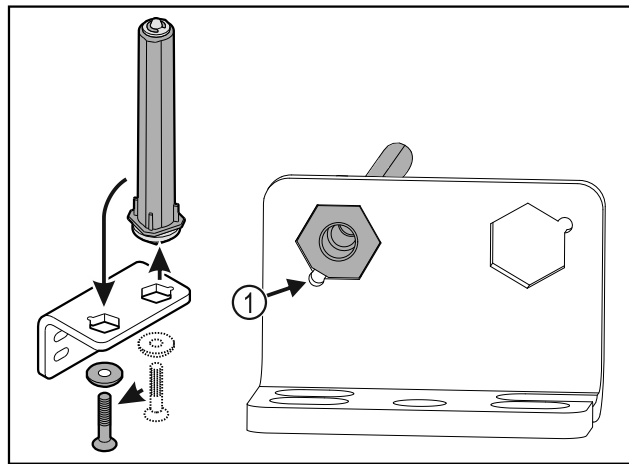

Fig. 29
- ▶ Ügyeljen arra, hogy felhelyezéskor a csapszeg élettörése Fig. 29 (1) a kerek furat felé mutasson.